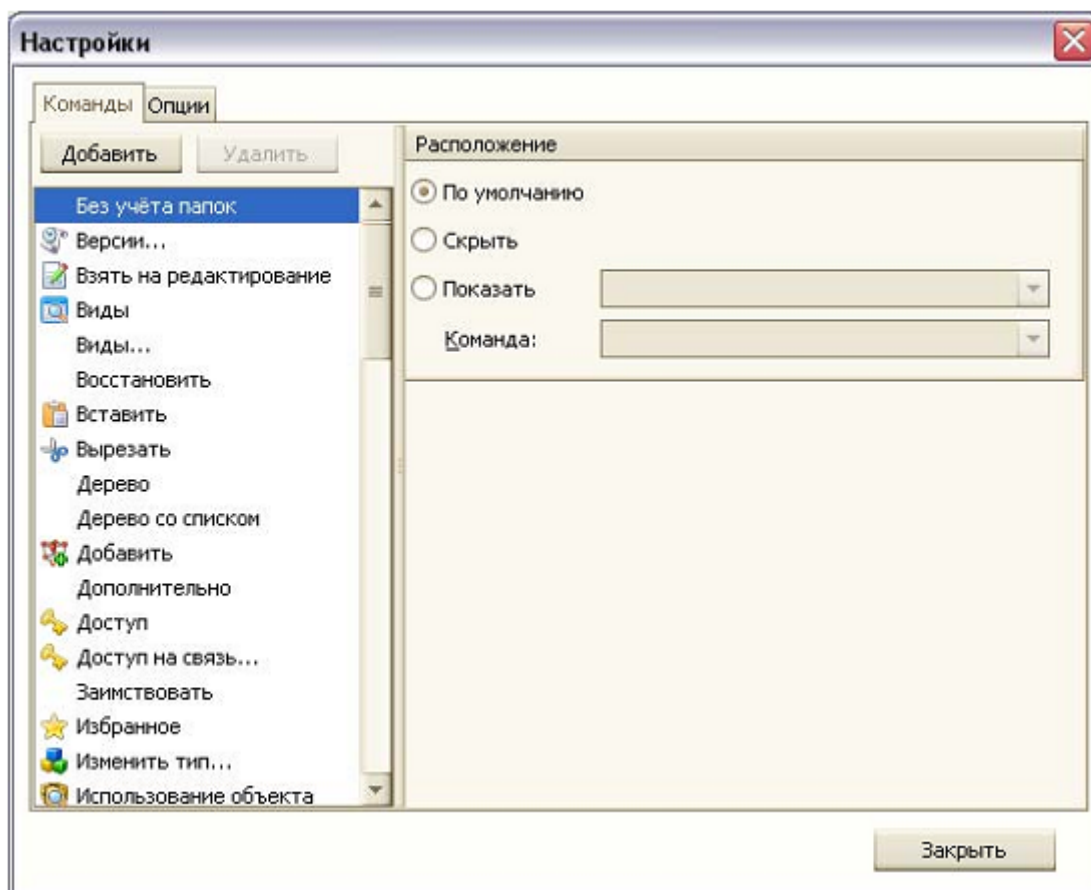

Рис. 9 Окно «Настройки». Страница «Команды»
**Список команд и опций окна.** Помимо внешнего вида, для каждого окна может быть произвольным образом настроен состав и расположение команд в пиктографическом и контекстном меню. Управление списком команд выполняется при помощи страницы «Команды» окна «Настройки» (рис. 9), для вызова которого используется команда контекстного меню «Настройка/Настройка окна...» области данных окна или команда «Настройки...» области заголовка окна.